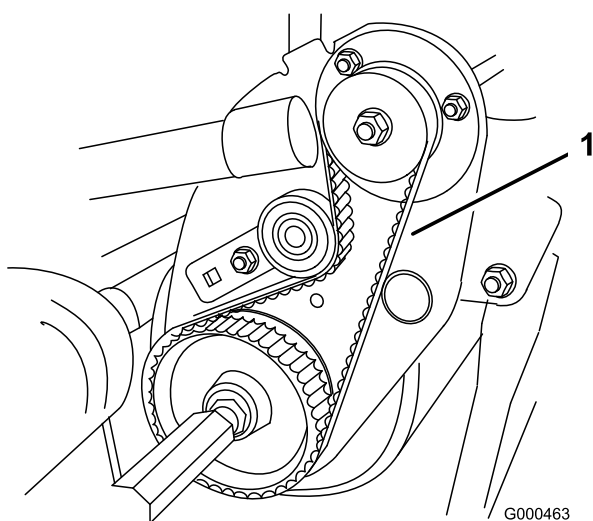

Figura 39
2. Verifique a pressão calcando a correia (Figura 39) até ficar entre o alternador e as polias, aplicando uma força de $2 \pm 0,5$ kg. A correia deve atingir um desvio de 6,4 mm. Se o desvio for incorrecto, passe para o passo seguinte.